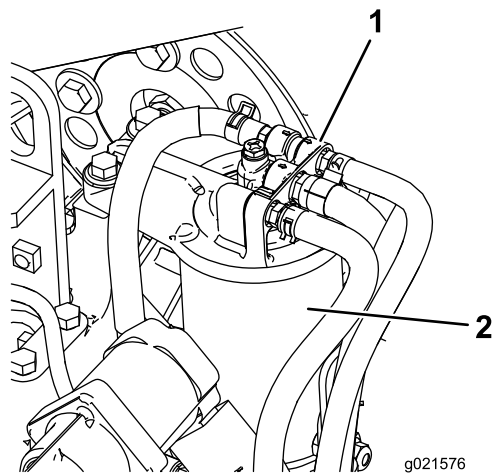

Figura 76
1. Limpie la zona alrededor de la cabeza del filtro de combustible (Figura 76).
2. Retire el filtro y limpie la superficie de montaje del cabezal del filtro (Figura 76).